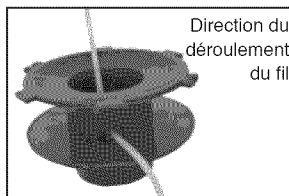

Figure 25 - Insertion du fil dans l'orifice de droite
4. Faites passer 1 po de cordelette dans le petit orifice à la base de la bobine (consultez la Figure 25).